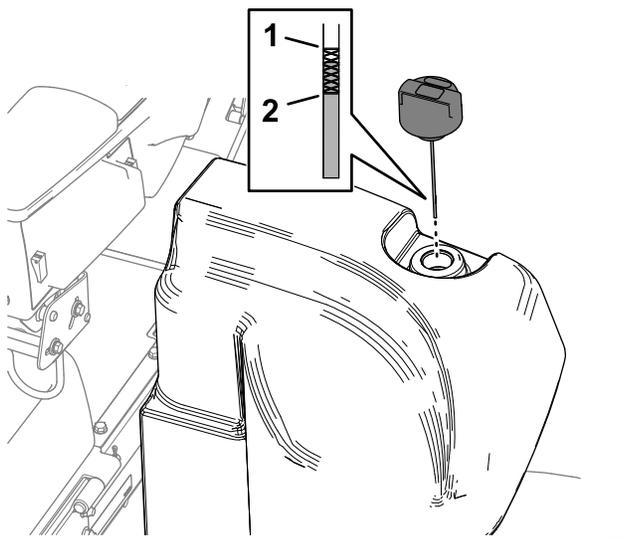

Рисунок 101
2. Очистите зону вокруг заливной горловины и крышки гидравлического бака (Рисунок 101).